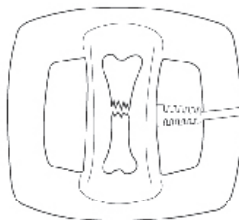

Figura 3
4. Centre el transductor de tratamiento directamente sobre el lugar de la fractura siguiendo las indicaciones de su médico y fije la correa. (Figura 3)